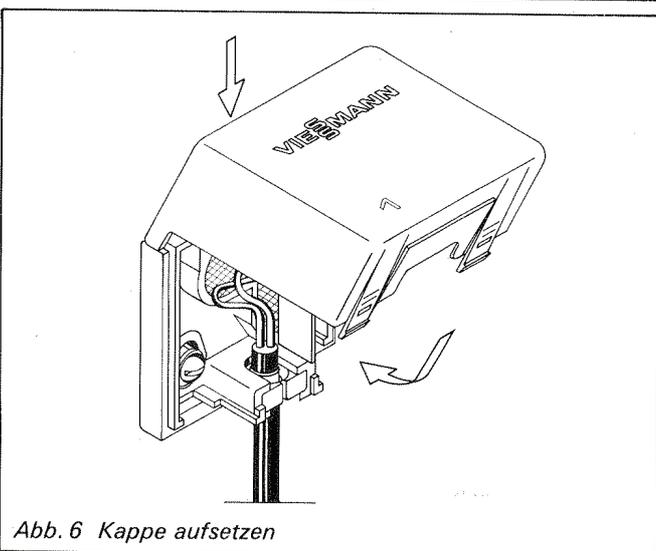

Abb. 6 Kappe aufsetzen
4. Die Kappe am oberen Sockelrand einhängen und auf die Kappe drücken, bis die Befestigungsklammern im Sockel eingerastet sind (Abb. 6).